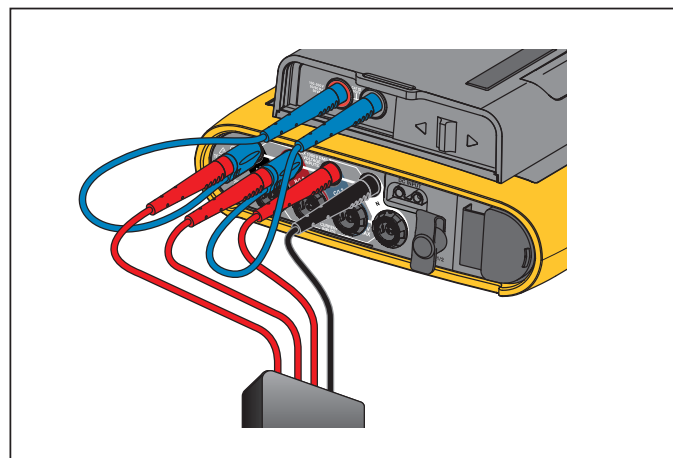

Рисунок 9. Измерение без нейтрального напряжения и источника питания прибора
- Подключите V/L2 ко второму входу источника питания. См. Рисунок 9.